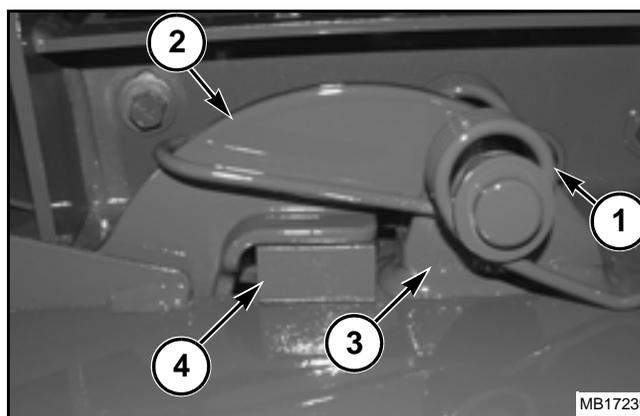

FIG. 100
FIG. 100: Asegúrese de que los resortes (1)(2)(3). El calor producido por la acción de roce puede hacer que el resorte falle. Si un resorte roza el soporte de montaje, doble el resorte para alejarlo del soporte de montaje. Revise el parachoques de caucho (4).